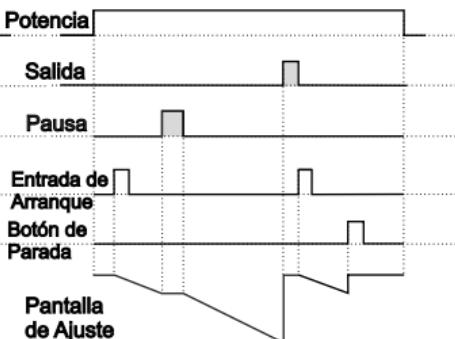

Figura 1.2
1.1.2 Si Conteo Descendente **dEct** = 1 y **butF** es **oFF**, el diagrama de control se muestra la figura 1.2.